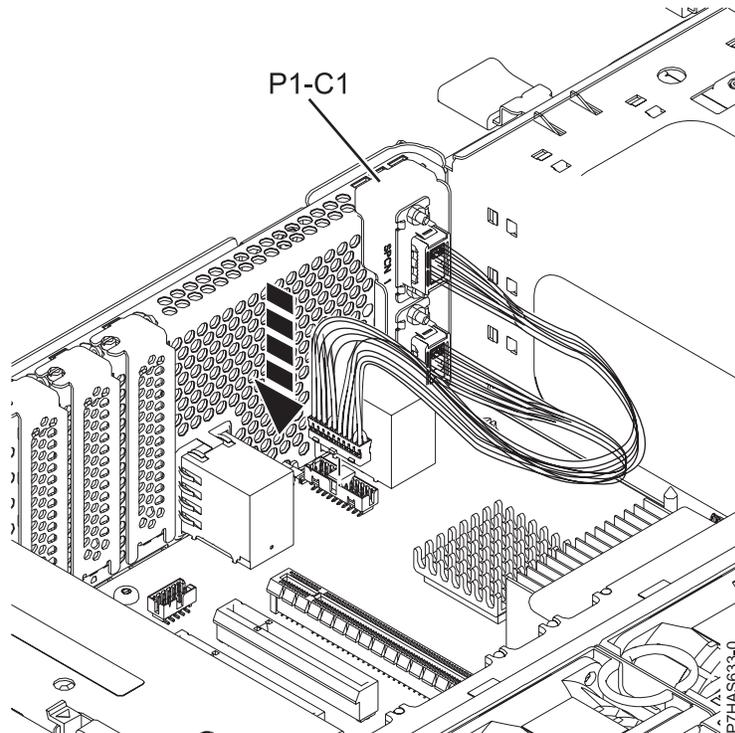

Figura 9. Sustitución del cable SPCN
- a. Sujete con cuidado el cable de SPCN de 2 puertos del FC EJ0G (C), que se muestra en la Figura 9 en la página 12, por la parte superior del cabezal, y alinéelo con la ranura 1 de GX (P1-C1) que se abre en la parte posterior del chasis.
- c. Enchufe el otro extremo del cable en el conector de la placa del sistema, tal como se muestra en la Figura 9 en la página 12.